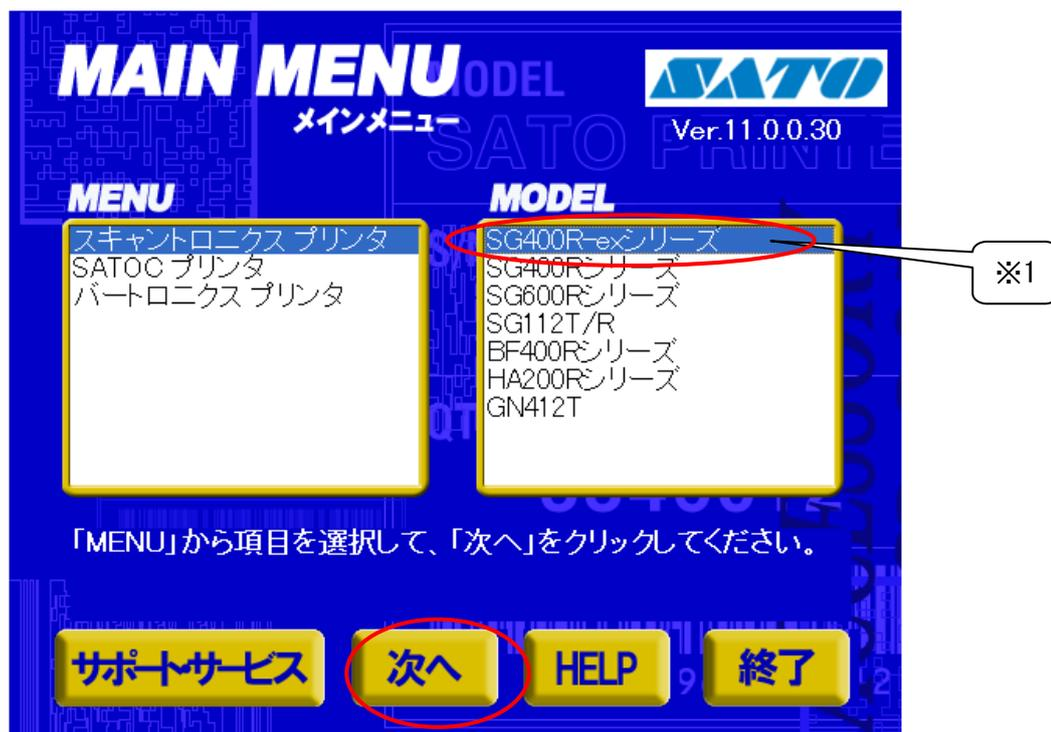

図 2.1 メインメニュー画面
「SATO アクセサリ CD-ROM」を CD-ROM ドライブにセットしてください。自動的に図 2.1 に示す画面が表示されますので、画面中「MENU」で「SG400R-ex シリーズ」を選択し、「次へ」をクリックします。
- ※2 図 2.1 の画面が自動的に表示されない場合は、アクセサリ CD-ROM 内の「MainMenu.exe」をダブルクリックしてください。